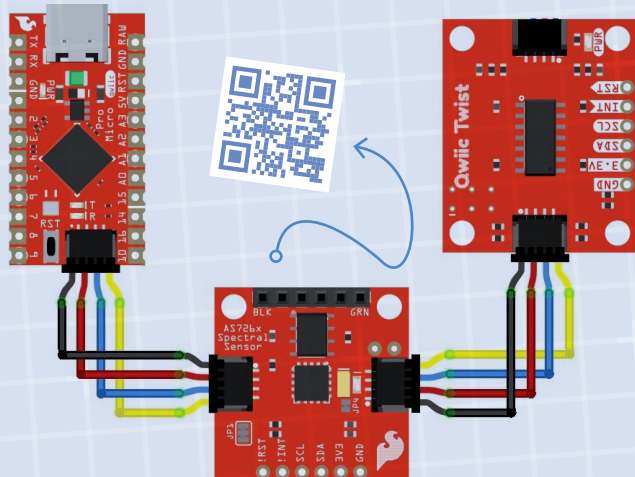

Figure 7. Connexion de la carte pour « Rouge, vert ou bleu ? ».
**ⓘ** Circuit : **Fig. 7** ; Code du programme : **Lien [6]**.